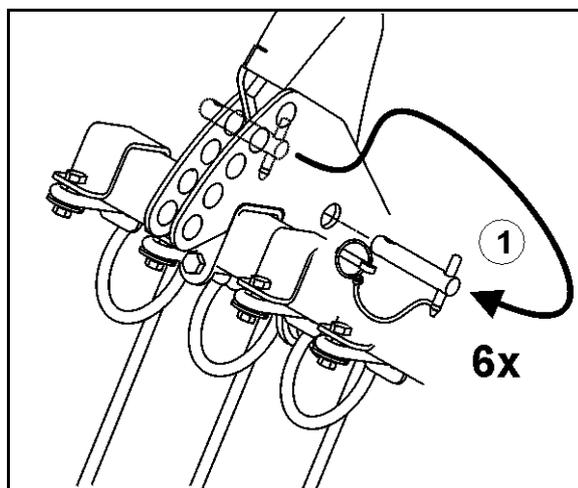

Fig. 32
3. Placez le recouvreur arrière en position de transport à l'aide d'un boulon (Fig. 32/1) et bloquez avec une goupille d'arrêt.